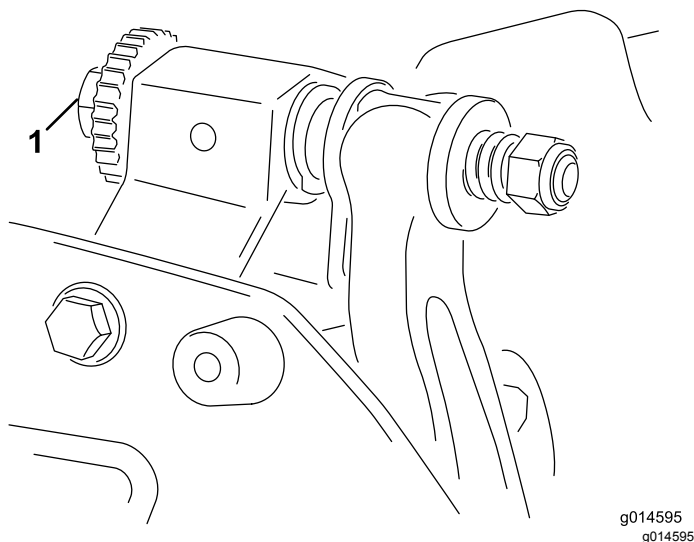

Рисунок 4
1. Установите режущий блок на ровной рабочей поверхности. Поверните регулировочные винты планки неподвижного ножа против часовой стрелки таким образом, чтобы неподвижный нож вышел из контакта с барабаном (**Рисунок 4**).